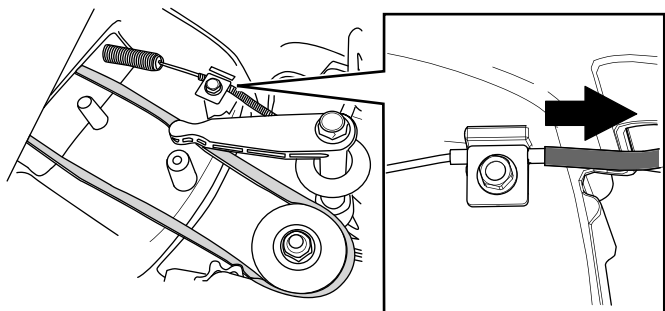

Figura 34
6. Empurre a manga do cabo para eliminar a folga (Figura 34).